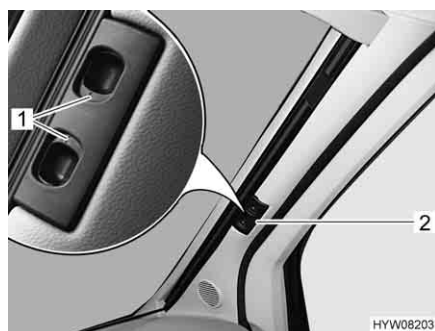

Bild 90 Faltschirm für die Frontscheibe
- Entriegelungsgriffe (Bild 90,1) zusammendrücken und gedrückt halten.
- Die Faltschirm für die Frontscheibe am Griff (Bild 90,2) zur Fenstermitte hin ziehen.
- Die beiden Hälften der Faltschirm für die Frontscheibe am Griff (Bild 90,2) bis zum Anschlag nach außen schieben. Griff dabei auf die Höhe der Verriegelungsaussparung anheben.
- Entriegelungsgriffe (Bild 90,1) loslassen und einrasten lassen.